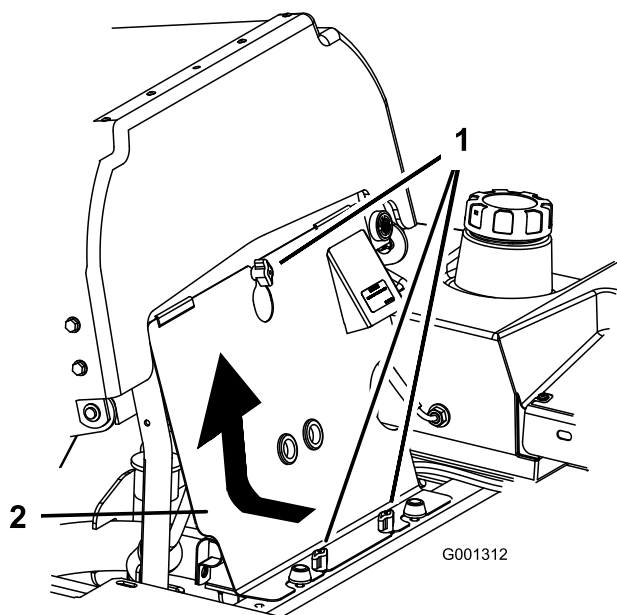

Рисунок 66
- Наклоните сиденье вперед и снимите переднюю панель двигателя (Рисунок 66).